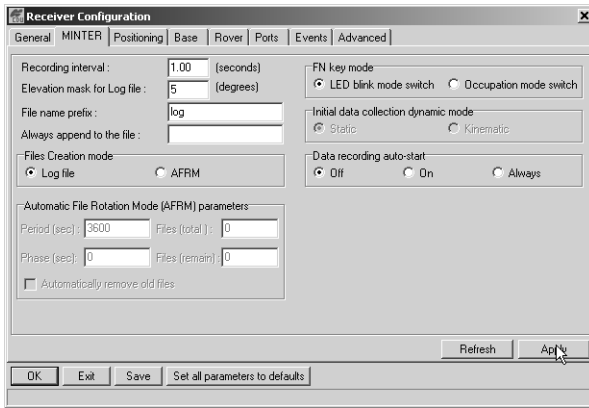

Figura 2-15. Receiver Configuration – Pestaña MINTER
3. Haga clic en la pestaña **MINTER**, configure los siguientes valores y después haga clic en **Apply** (Figura 2-15 en la página 2-21).